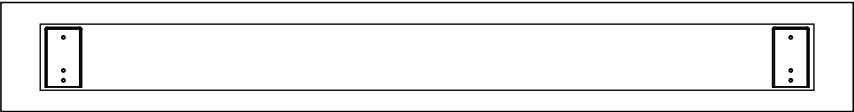

Рис. 1
- 5.10 Возьмите трафарет с разметкой посадочных размеров, входящий в комплект поставки, и подготовьте отверстия в стене по месту установки осветительного прибора (рис. 1).